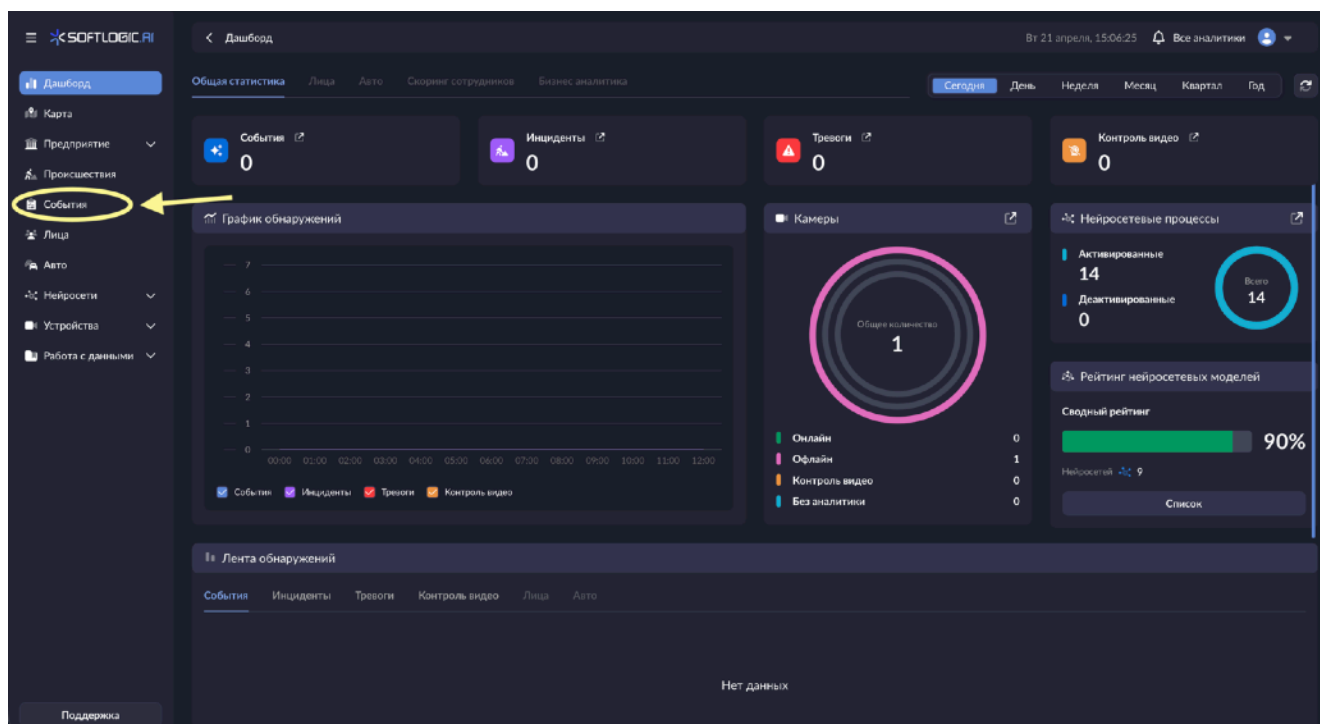

Рисунок 12 — Главный интерфейс платформы
3. Открывается главный интерфейс платформы (Рисунок 12) с инструментами навигации и отображением данных выбранного проекта.